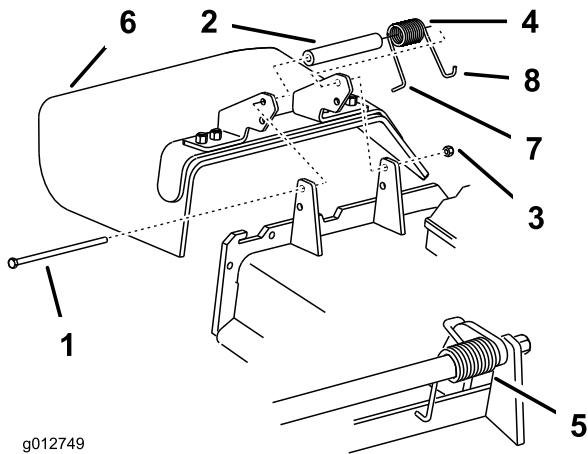

図 88
1. デフレクタをピボット・ブラケットに固定しているロックナット、ボルト、スプリング、スペーサを外す (図 88)。デフレクタを取り外す。
注 ボルトを取り付ける前に、スプリングの L 字形フックが、図 88 のようにデッキのエッジの後ろに取り付けられていることを確認してください。
3. ボルトとナットを取り付ける。スプリングの右側の J 字形フックを、デフレクタに引っ掛ける (図 88)。